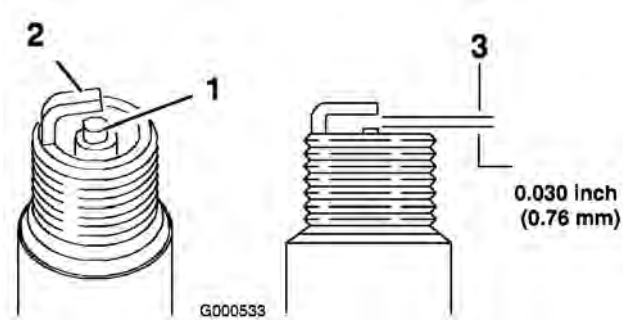

Bild 48
1. Sehen Sie sich die Mitte der Zündkerzen an (Bild 48).
2. Prüfen Sie den Abstand zwischen der mittleren und der seitlichen Elektrode (Bild 48) und biegen Sie die seitliche Elektrode, wenn der Abstand falsch ist.